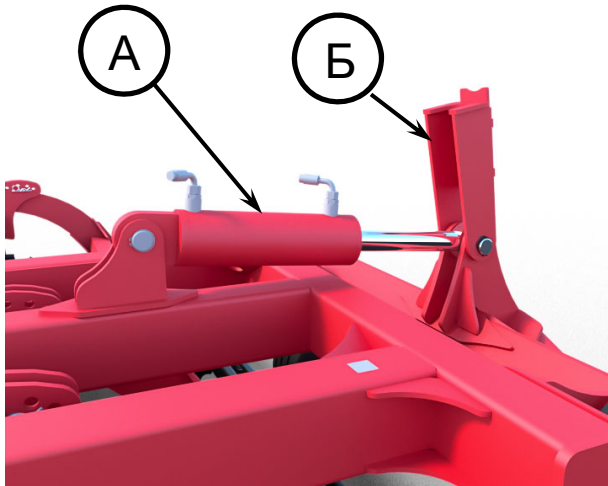

Рисунок 3. Шток гідроциліндра (поз. А) повністю відкритий, упор (поз. Б) в робочому положенні
3. Перед опусканням машини в робоче положення, за допомогою транспортного пристрою, повільно опустіть транспортні колеса в транспортне положення (транспортні колеса опущені вниз, шток гідроциліндра повністю відкритий (рисунок 3, поз. А). Переведіть транспортний упор (рисунок 3, поз. Б) в робоче положення (відкритий).